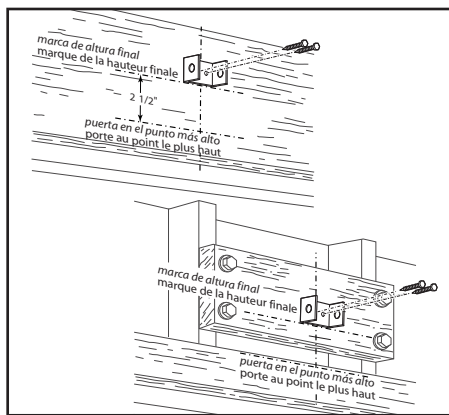

FIG. 2-3 **Montaje del soporte del travesaño (en el travesaño y arriba del travesaño).**
NOTA: Si el lugar del soporte del travesaño necesita estar arriba del cabezal para la abertura de la puerta del garaje, usted necesita agregar una "superficie de montaje". Un larguero de 2" x 6" bien sujetado (larguero y herrajes no se incluyen) a los montantes de pared en cualquiera de los lados de su marca será suficiente (Fig. 2-3).
- Sostenga el soporte del travesaño contra la pared (Fig. 2-3).
- Perfore agujeros auxiliares de 3/16" en cada marca de agujero de tornillo. Sujete el soporte del travesaño con 2 pijas (provisos) (Fig. 2-3).
REMARQUE: Si l'emplacement du support de linteau doit se trouver au-dessus du linteau pour l'ouverture de la porte, vous devez ajouter une surface de montage. Une colombe de 5 x 15 cm (2 x 6 po) bien fixée (la colombe et les attaches ne sont pas incluses) le long des goudjons du mur sur l'un des côtés de votre marque suffit (Fig. 2-3).
- Placer le support de linteau sur le mur (Fig. 2-3).
- Percer des trous guide de 3/16 po sur chacun des repères de trou. Fixer le support de linteau à l'aide de 2 vis tire fond (fournies) (Fig. 2-3).